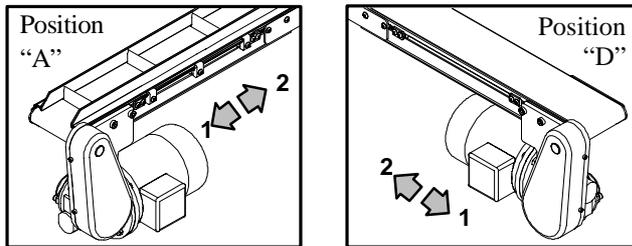
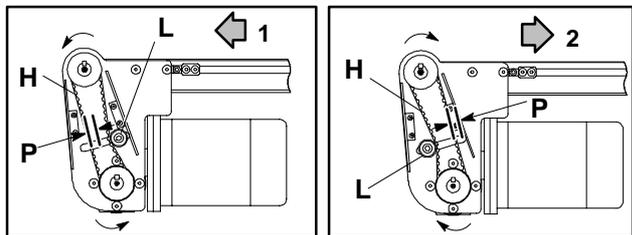
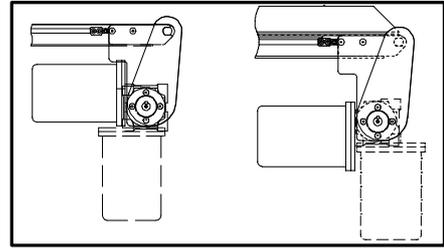
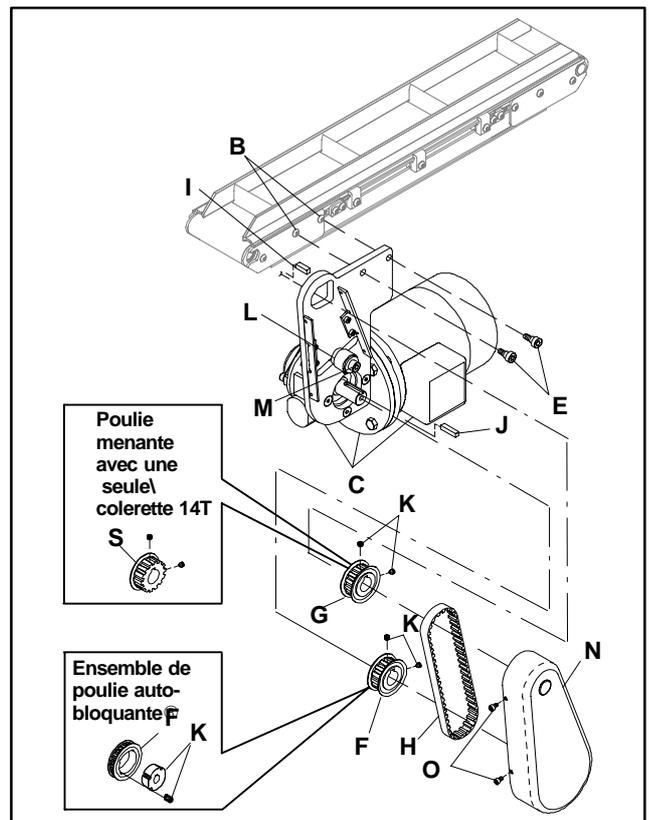

Figure 1: Bande à taquets (gauche) & bande plate (droite)
Figure 2: Tension de courroie crantée de synchronisation
Figure 3: Détails de réorientation du moto-réducteur pour convoyeur à bande plate (gauche) & convoyeur à bande à taquets (droite)
Figure 4: Exemple d'entraînement par le dessous d'une bande à taquets
L'ensemble d'entraînement en bout sur le dessous est commandé à l'usine dans l'une des configurations présentées par la position "A" ou "D" de la figure 1, de même que le sens de déplacement de la bande présentée par la flèche 1 ou 2 des figure 2. La direction de déplacement de la bande est indiquée par une décalcomanie de flèche fixée sur le côté du convoyeur. Le même ensemble de fixation est utilisé aussi bien pour les convoyeurs à bande plate, qu'à bande à taquets.
1. Retirez et jetez les deux vis d'origine de la plaque de jonction (B de la figure 4) du côté de l'entraînement.
2. Le moto-réducteur et la plaque de fixation (C) sont expédiés déjà sous-assemblés, comme indiqué. Fixez ce sous-ensemble au convoyeur en utilisant les deux vis à tête hexagonale 8 mm x 12 mm (E) sous un couple de 9 Nm.
3. Si vous le souhaitez, réorientez le moteur dans une position alternative en détachant les quatre (4) vis de fixation, en pivotant le moteur de 90° et en rebloquant les 4 vis (figure 3).
4. Montez la clavette carrée (I) dans la rainure de l'arbre de transmission extérieur du convoyeur et installez la poulie d'entraînement (G). De même, montez la clavette carrée (J) dans la rainure de l'arbre de transmission du réducteur de vitesse et installez la poulie d'entraînement (F). Alignez les poulies et l'ensemble de la poulie de tension (L) et fixez-les sur leurs arbres de transmission
Uniquement pour le kit de poulie 14T et 14T, veuillez à installer la poulie à une seule collerette (S de la figure 4) sur l'arbre de transmission du convoyeur dans la direction indiquée.
5. Installez la courroie crantée de synchronisation autour des poulies (H de la figure 4). Déterminez dans quel sens la bande du convoyeur se déplace (comme indiqué par la flèche 1 ou 2 de la figure 2) et positionnez l'ensemble de la poulie crantée de tension (L des figures 2) contre la courroie de synchronisation, comme cela est indiqué. Assurez-vous que la courroie crantée de synchronisation est centrée par rapport aux trois ensembles poulies avant de régler la tension.
6. Réglez la tension de la courroie crantée de synchronisation en glissant l'ensemble de la poulie de tension contre la courroie (L) contre la courroie. La tension de la courroie crantée de synchronisation peut être mesurée au niveau du point médian (P) sur le côté de tension de la courroie. Au niveau de ce point, la tension doit être réglée pour obtenir une déflexion de 3 mm de la courroie sous l'application d'une force de 0,5 kilogrammes.
7. Après que la tension nécessaire soit faite, serrez la vis à tête creuse (M sur la figure 4) sous un couple de 24 Nm.
8. Refixez le carter de courroie (N) en utilisant les quatre vis hexagonales M4 x 6 mm (O).
Ne tendez pas trop la courroie crantée de synchronisation. Une tension excessive peut réduire la durée de vie de la courroie ou du palier et entraîner des destructions au niveau de l'entraînement. Chaque application, pour la courroie de synchronisation, a ses propres besoins de fonctionnement. La tension optimale de la courroie crantée de synchronisation doit être déterminée de manière expérimentale. Si nécessaire, continuez de pousser l'ensemble de la poulie de tension (L de la figure 2) contre la courroie crantée de synchronisation (H) jusqu'à ce que celle-ci soit bien tendue, de manière à éviter que les crans ne sautent dans les conditions les plus difficiles et avec le chargement le plus lourd que l'entraînement connaîtra.